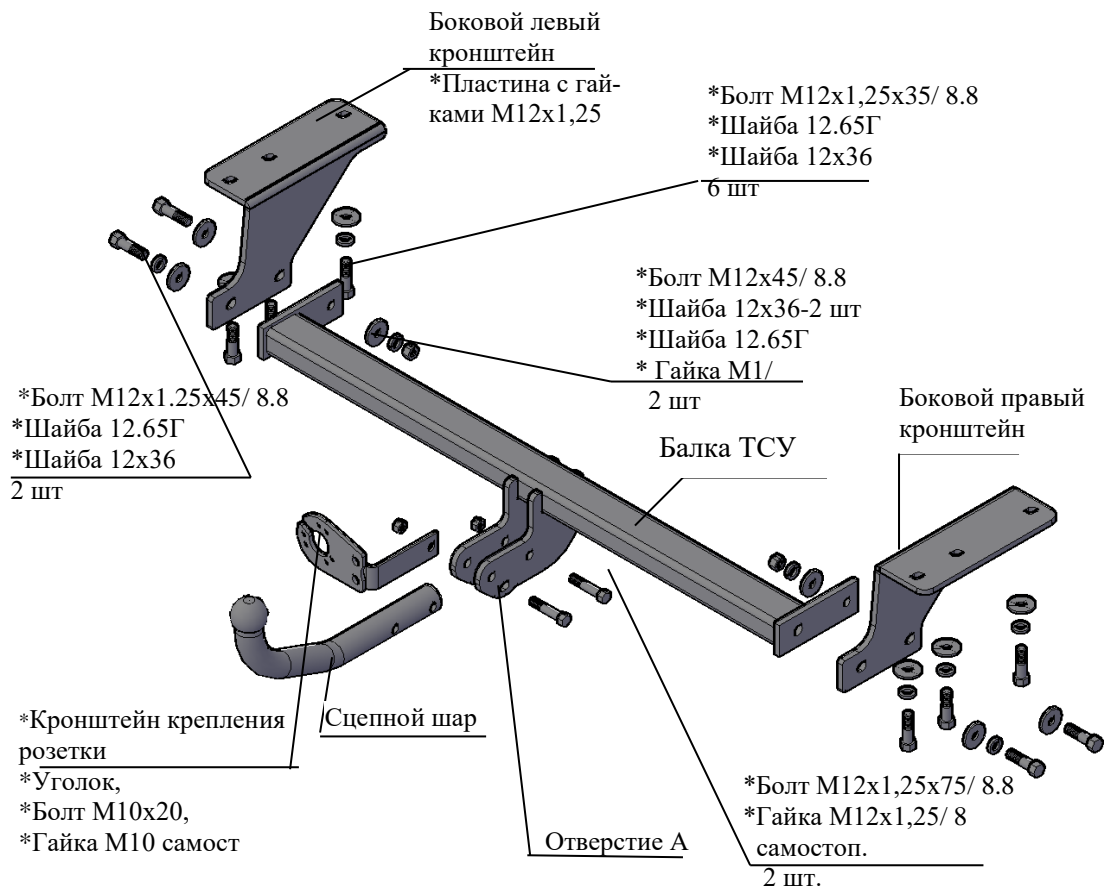

Рис.1 Тягово-сцепное устройство 7713.
2.1 ТСУ 7713 в сборе (рис.1)	1 шт.
2.2 Пакет с комплектующими (см. рис.1)+ защитный колпак	1+1 шт.
- 4.3 В левый лонжерон вставить пластину 115х40х4 (на рис.1 условно не показана) с двумя приварными гайками М12х1,25. Установить боковой правый и левый кронштейны ТСУ к нижним полкам лонжеронов а/м, используя болты М12х1,25х35 и гайки штатные (в левом лонжероне - приварные к пластине), под головки болтов подложить шайбы гроверные 12.65Г и шайбы 12х36. Крепеж не затягивать.